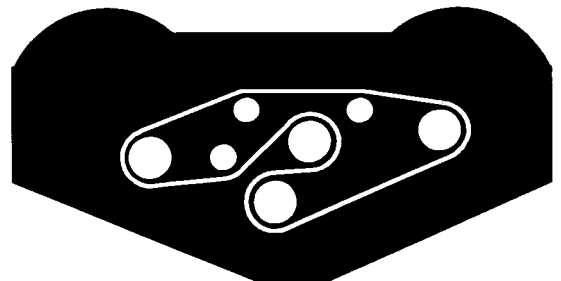

Bild 13
5. Den neuen Riemen um die Spindel- und Spannscheibe legen, siehe Bild 13.